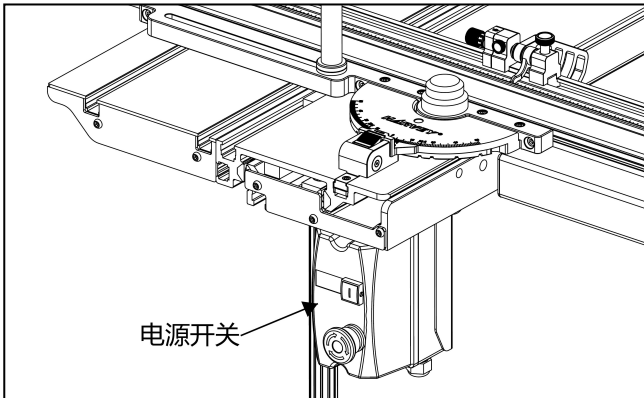

图 18
A. 针对“Harvey”、“Grizzly”、“Shop Fox”部分型号的台锯（具体见章节 1），如图 18 所示，将开关安装在滑台前端底部。安装标准件使用电源开关原配标准件。